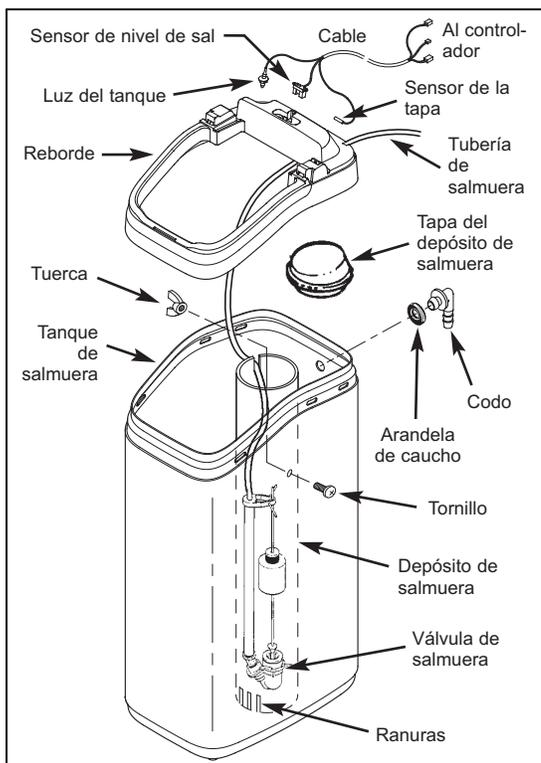

FIG. 4
- Vuelva a encajar a presión el reborde en el tanque de salmuera. (Vea la Fig. 4).
c. Baje la válvula de salmuera para introducirla en el depósito. Introduzca la tubería en la ranura superior del depósito de salmuera (Fig. 4) y hágala salir por el orificio en la parte posterior del reborde.